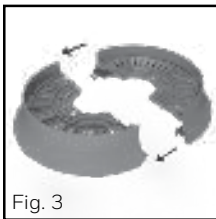

Fig. 3
- Alinee las piezas de la base frontal y posterior y empuje suavemente las mitades hasta que las piezas encajen firmemente (Fig. 3).